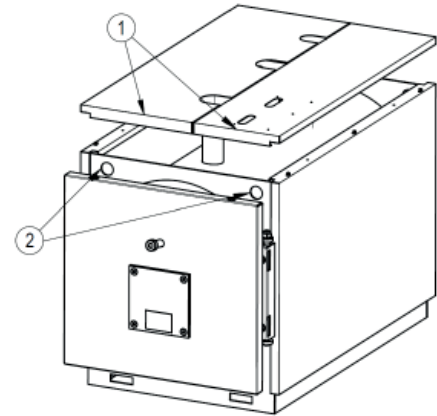

fig. 5
5.2.1 для моделей PREXTHERM RSW 92N+600N (рис. 5)